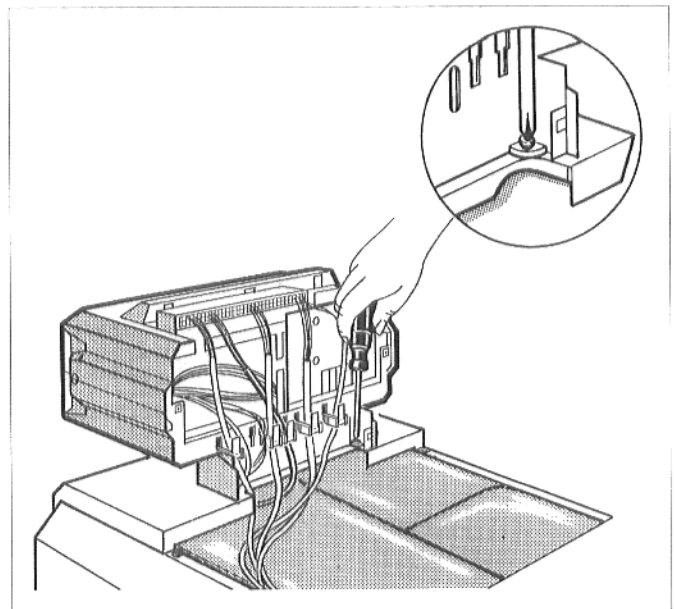

Abb. 10: Regelgerät festschrauben
- Regelgerät mit zwei Schrauben in den hinteren Ecken des Kabeldurchgangs auf der vorderen Kesselhaube festschrauben (Abb. 10).